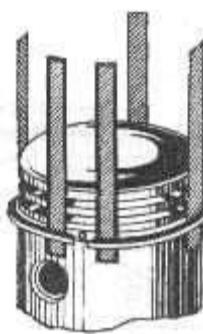

Рис. 81. Снятие поршневых колец при помощи стальных пластинок
1. Нажав пальцами, утопить одну сторону кольца в канавке поршня, при этом противоположная сторона кольца должна выйти из канавки, если под кольцом мало нагара. Пометить все полоски между верхним кольцом и поршнем, а затем распределить их равномерно по окружности, установив две из них по концам кольца (рис. 81).